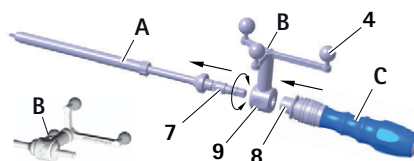

Рис. 6 Монтаж звездчатого опорного блока (предварительно откалиброванного) и ручки S⁴C на метчике S⁴C
- ▶ Отпустить блокировочную втулку 8, см. Рис. 6.